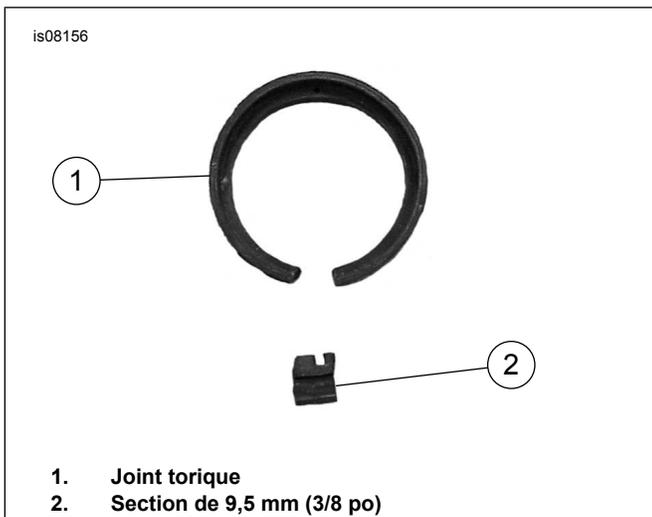

Figure 12. Modification du joint torique
- a. Consulter Figure 12. Repérer les 3 encoches qui alignent le joint torique sur le boîtier du feu de direction. Couper une section d'environ 9,5 mm (3/8 po) en bas du joint torique, à la position de l'encoche centrale.